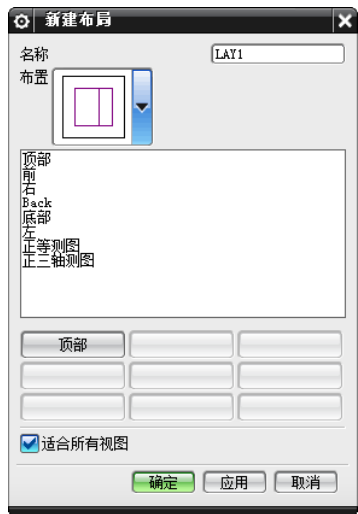

图 1-3 “新建布局”对话框
1. 新建视图布局。选择【菜单】→【视图】→【布局】→【新建】命令，弹出如图 1-3 所示的“新建布局”对话框，该对话框用于设置布局的形式和各视图的视角。